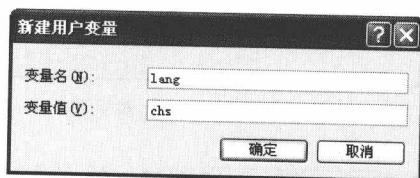

图 1-2 设置新建用户变量参数
- 02 在对话框中单击 按钮,弹出【新建用户变量】对话框,设置参数如图 1-2 所示。然后依次在【新建用户变量】对话框、【环境变量】对话框和【系统属性】对话框中单击 按钮,确定参数设置并退出对话框。